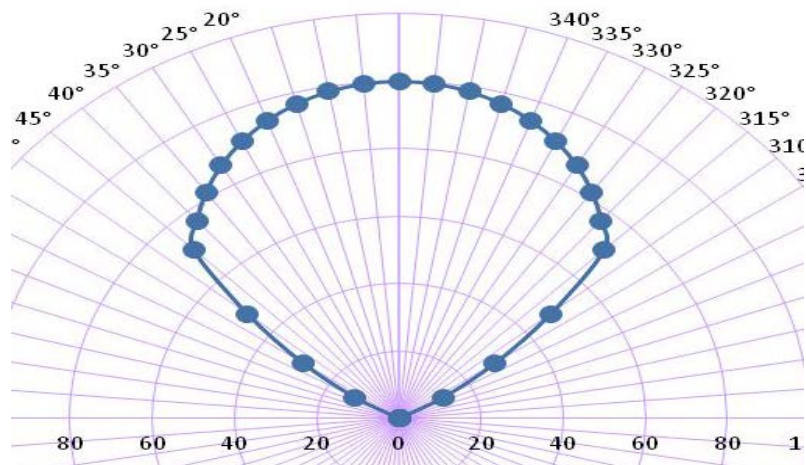

Figura 2-1
2. A instalação deve considerar que a orientação FS20X deve estar com a base na horizontal (veja a Figura 2-1) já que o ângulo de visão nesta direção é 90°. O ângulo vertical é 80°.